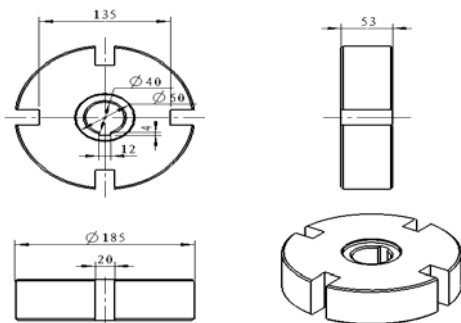

图 6.1.4 装订图框的线条
Step9. 系统提示输入第六点的坐标，此时无需再输入坐标值，双击鼠标中键结束直线的绘制，图框线条的绘制结果如图 6.1.4 所示。